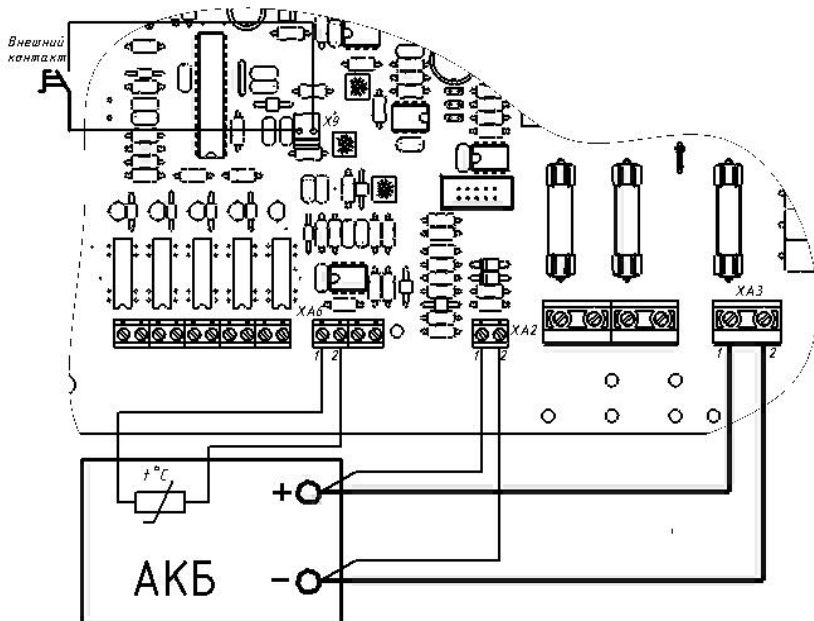

Рисунок 4 – Подключение АКБ, термодатчика и внешнего контакта.
- ♦ При необходимости термокомпенсации напряжения заряда АКБ подключите термодатчик к соответствующим контактам колодки XA6 «Термодатчик». Чувствительный элемент термодатчика закрепите на корпусе АКБ с помощью липкой ленты. Для корректной работы термодатчика необходимо обеспечить плотное прилегание чувствительного элемента датчика к поверхности корпуса батареи (см. рисунок 4).
- ♦ При необходимости, удалите перемычку-заглушку на разъеме X9 и на ее место подключите внешний контакт включения/отключения выхода SA1 (см. рисунок 4).
- ◆ Подключите, **соблюдая полярность**, АКБ номинальным напряжением 12В к источнику (см. рисунок 4):